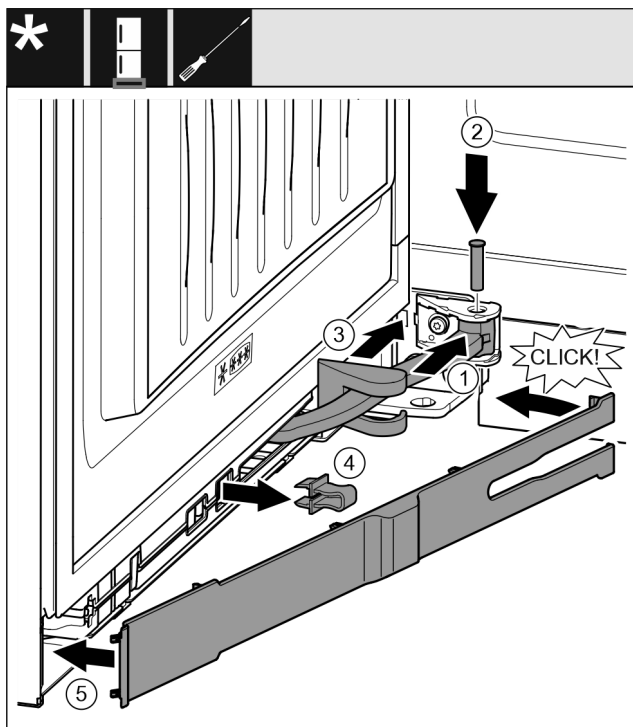

Fig. 43
- ▶ Ruotare il giunto *Fig. 43 (1)* nella sospensione.
- ▶ Con un cacciavite *Fig. 43 (2)* inserire i perni nella sospensione e nel giunto. Assicurarsi che la camma di arresto sia posizionata correttamente nella scanalatura.
- ▶ Spostare la copertura del blocco di supporto *Fig. 43 (3)* lungo il giunto e montarla sulla sospensione.
- ▶ Rimuovere il fusibile *Fig. 43 (4)*.
- ▶ Applicare la maschera *Fig. 43 (5)* dal lato della maniglia e ruotarla verso l'interno.